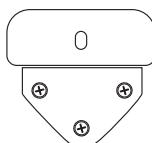

Рис. 6
4. Вставьте винты в отверстия и закрутите их (рис. 6).